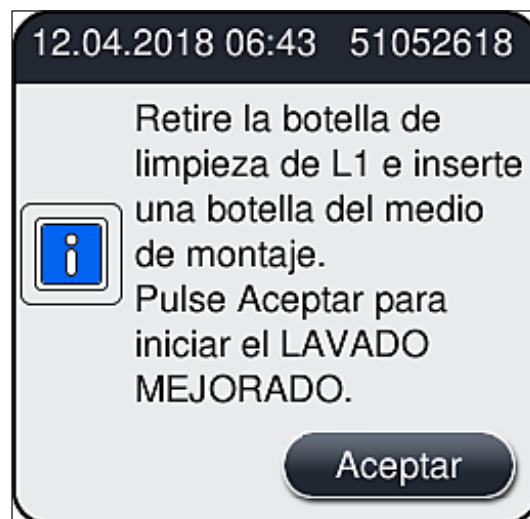

Fig. 105
- » A continuación, se solicita al usuario que extraiga la botella de limpieza del instrumento y que inserte una botella nueva con medio de montaje. Tras la inserción, confirme el mensaje de información (→ Fig. 105) con **Aceptar**. Deseche el contenido de la botella de limpieza de acuerdo con las normas de laboratorio.